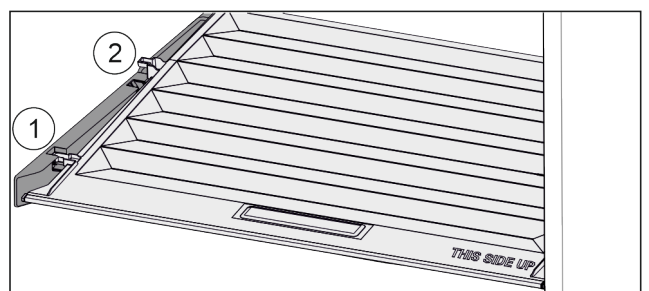

Fig. 116
- ▶ Deslice la tapa hacia delante hasta la abertura de las piezas de sujeción *Fig. 116 (1)*.
- ▶ Levántela por detrás desde abajo y retírela tirando hacia arriba *Fig. 116 (2)*.